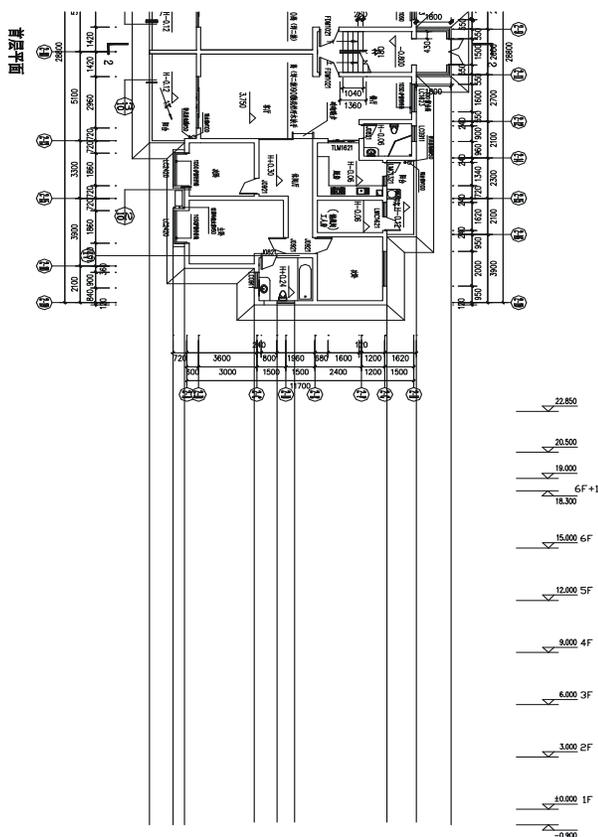

图 12-1-47
- STEP 01** 使用复制命令 COPY 复制一份首层平面图，并使用旋转命令 ROTATE (RO) 将其旋转-90°。
- STEP 03** 使用绘制直线 LINE 从复制的首层平面图引出门窗和墙的边线，如图 12-1-47 所示。